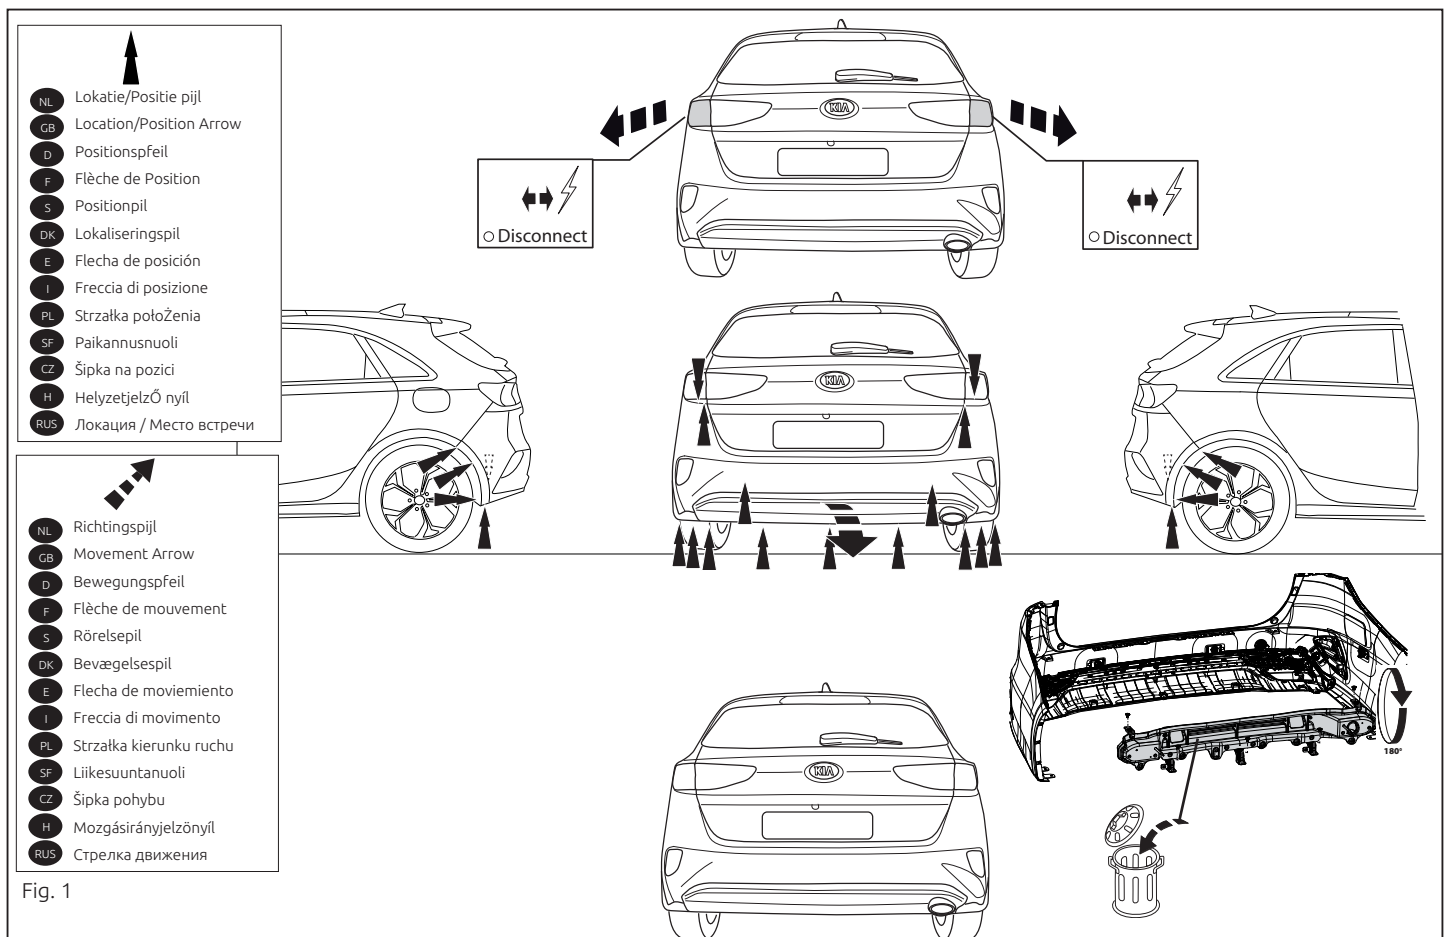

Fig. 1
2. Remove bumper and the steel buffer beam from the vehicle. The buffer beam will no longer be needed. See figure 1.
2. Die Stoßstange einschließlich des stählernen Stoßbalkens vom Fahrzeug abmontieren. Der Stoßbalken wird nicht mehr benötigt. Siehe Abbildung 1.
2. Déposer le pare-chocs du véhicule y compris la traverse en acier ; la traverse ne sera plus utilisée. Voir la figure 1.
2. Demonter kofangeren, inklusive køretøjets stålstødbjælke. Denne bliver overflødig. Se fig.1.